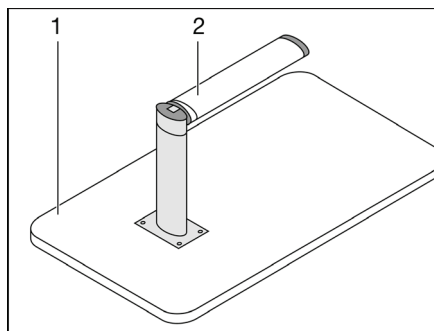

Bild 52 Bettunterbau
- Die Tischplatte (Bild 52,1) vorne ca. 45° anheben.
- Den unteren Teil des Gelenkstützfußes (Bild 52,2) nach unten ziehen und um 90° umklappen.